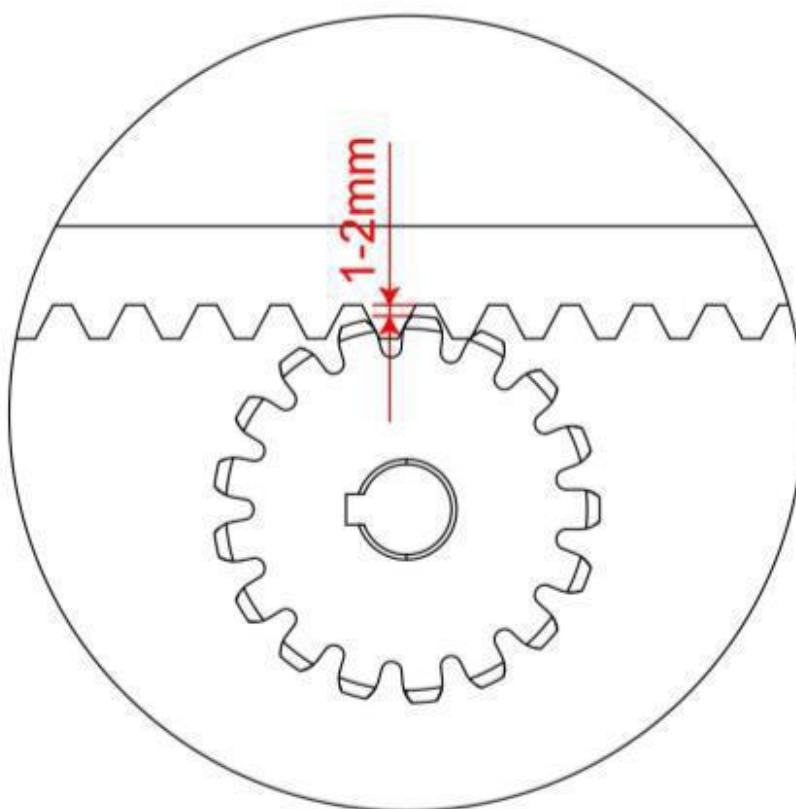

Рис. 6 Технологический зазор между приводной шестерней и зубчатой рейкой
5. Подвигайте ручную ворота и убедитесь, что шестерня привода находится в зацеплении с зубчатой рейкой и обеспечиваются необходимые зазоры (рис. 6). В случае необходимости отрегулируйте положение секции рейки и/или привода.